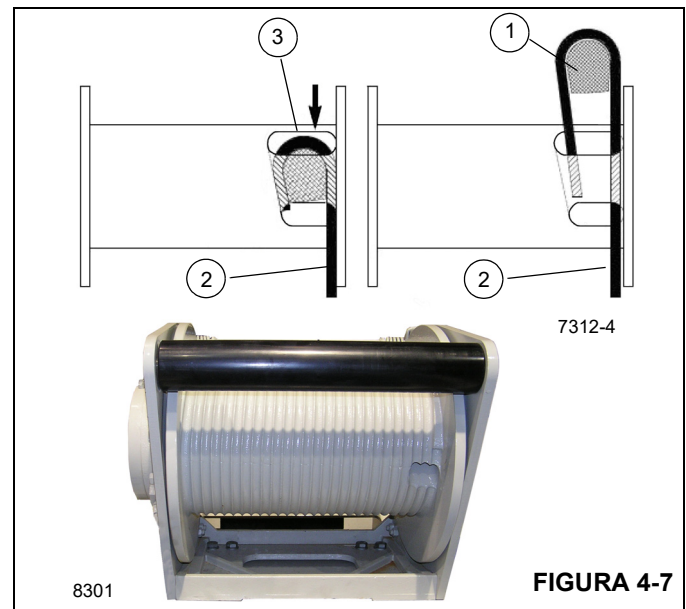

FIGURA 4-7
3. Inserte el cable a través de la ranura y colóquelo alrededor de la cuña de anclaje (1, Figura 4-7).